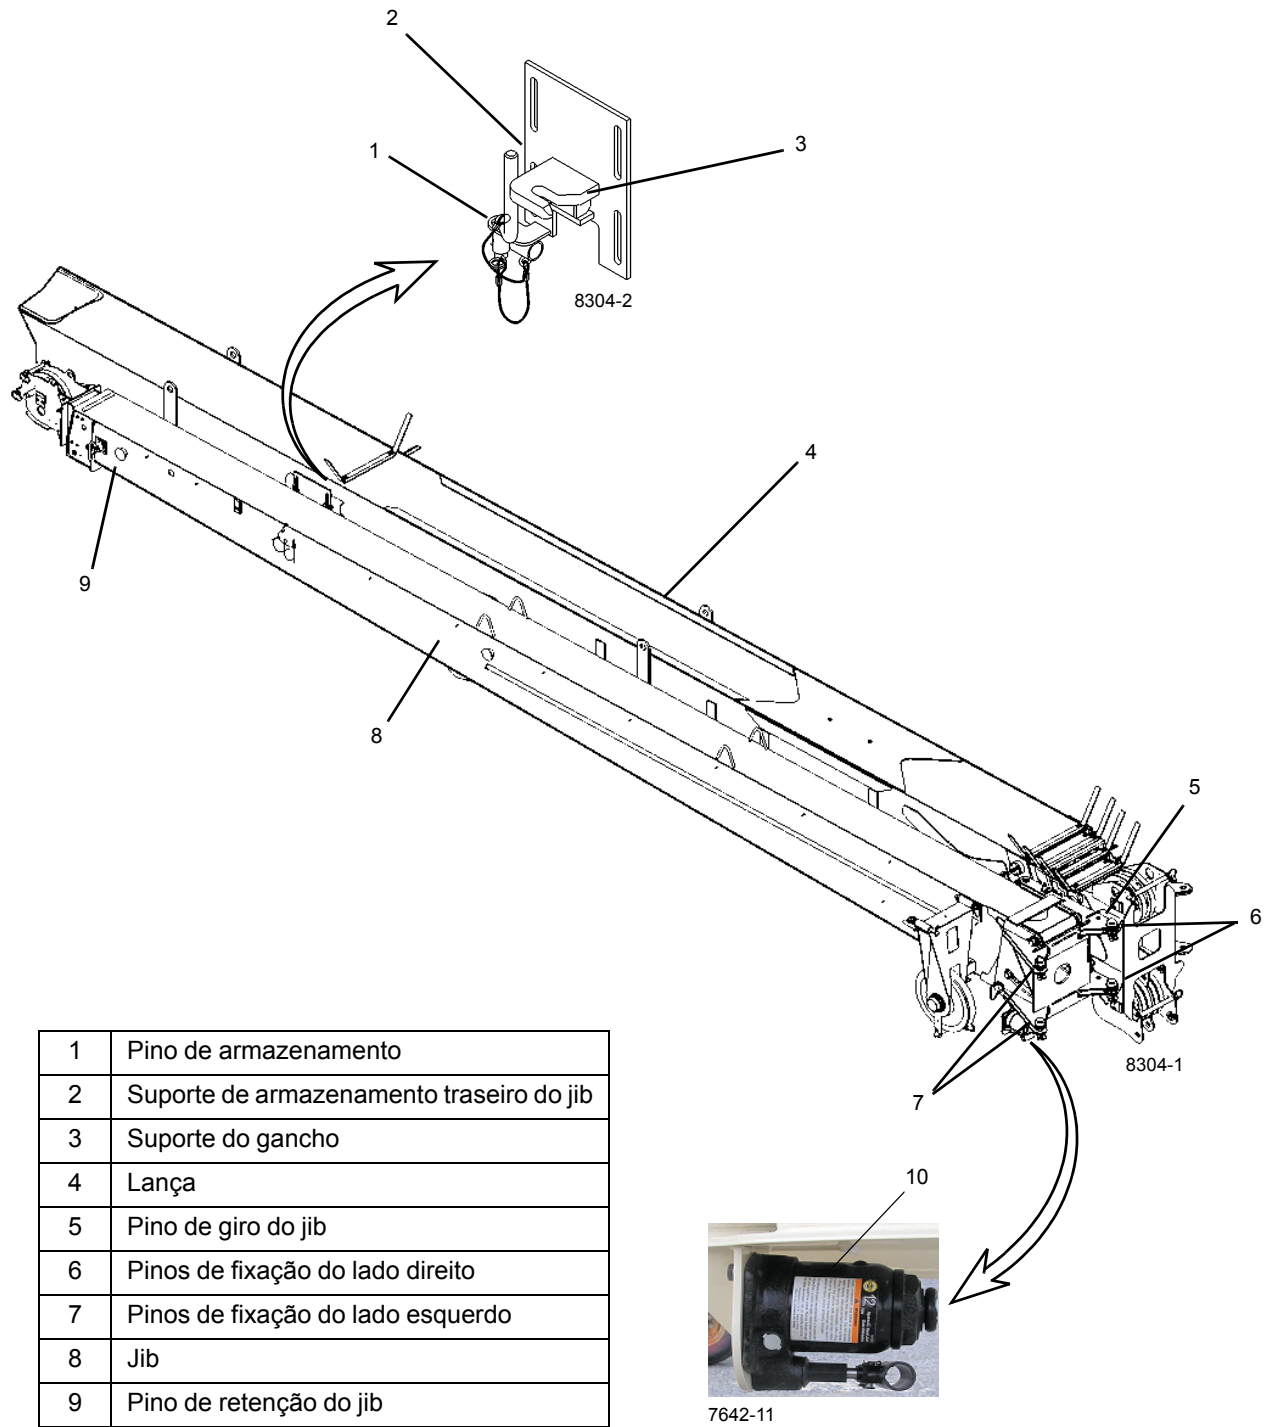
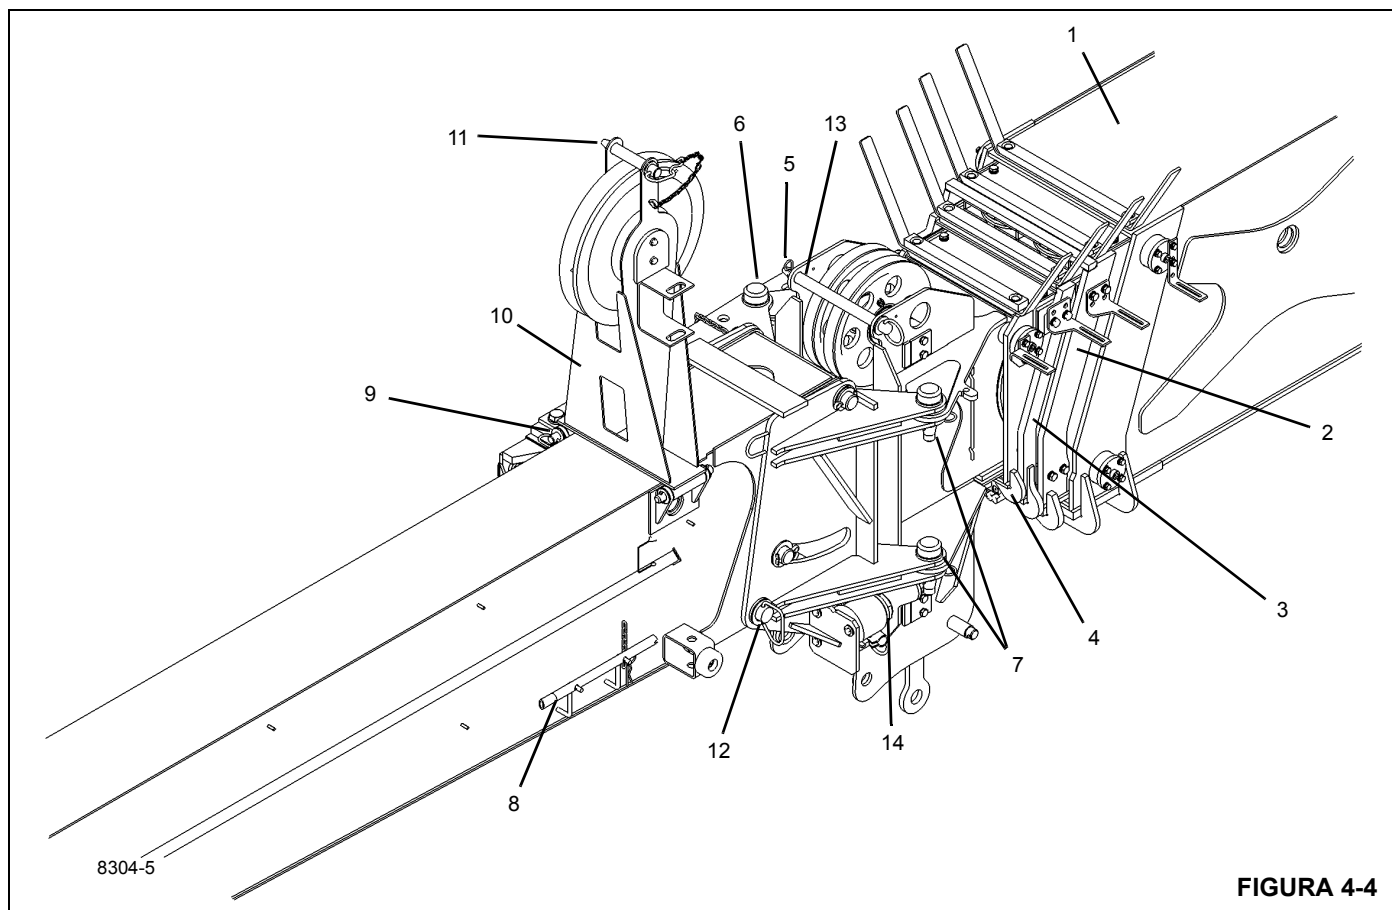

FIGURA 4-3
FIGURA 4-4
6. Verifique se o jib está armazenado corretamente (Figura 4-3):
- a. A remoção dos pinos de fixação do lado direito (6), sem a devida instalação do pino de retração (1) e do pino de giro do jib (5), pode permitir a queda do jib.
- b. Estender a lança com o jib retraído e não remover os pinos de fixação do lado direito (6) pode danificar o guindaste ao estender.
7. Gire a extensão da lança para a posição de trabalho ou de retração apenas quando a lança estiver na posição horizontal, os pinos de retração (1, Figura 4-3) e o pino de giro do jib (5) estiverem removidos e os pinos de fixação do lado direito (6) estiverem instalados. O jib pode girar sem de forma incontrolável se a lança não estiver na posição horizontal.
13. Não estenda/retraia a lança, a não ser que ela esteja na posição horizontal, quando o pino de retração (1, Figura 4-3) e o pino de giro do jib (5) estiverem removidos durante os procedimentos de retração e de retirada da retração.
1. O pino de retenção do jib (9, Figura 4-3) sempre deve estar instalado durante a operação.
3. A seção extensível pode deslizar para fora do jib da 1ª seção quando o pino de retenção do jib (9, Figura 4-3) estiver removido. Mantenha o pessoal afastado da área.
2. Usando a função de elevação, abaixe a lança de forma que os pinos de fixação (6 e 7, Figura 4-3) possam ser facilmente acessados do solo.
4. Instale os pinos de fixação do lado direito (6, Figura 4-3) nos olhais superior e inferior do jib e fixe-os com grampos de mola. Esses pinos são usados como um ponto de pivô para girar o jib até a posição acionada.
5. Localize a posição retraída dos pinos de fixação (7, Figura 4-3). Se nos furos do acessório do jib ou nos furos do jib da caixa de polias da lança, remova os pinos do local de armazenamento.
6. Remova o pino de giro do jib (5, Figura 4-3) do olhal superior do jib.
7. Remova o pino de retração (1, Figura 4-3), retraia no suporte do gancho (3) e prenda com grampo de mola.
10. Usando a função telescópica, estenda lentamente a lança aproximadamente 30 cm (12 pol.). Esse procedimento puxa o jib para fora do suporte do gancho (3, Figura 4-3).
12. Instale o pino de fixação superior esquerdo (7, Figura 4-3) e o grampo de mola. Pode ser necessária uma leve martelada para instalar os pinos. Sempre use uma proteção adequada para os olhos nesta etapa.
13. Use o macaco de alinhamento (10, Figura 4-3) para alinhar o pino de fixação inferior do lado esquerdo (7, Figura 4-3).
- a. Remova a alavanca do macaco (8, Figura 4-4) do suporte de retração da lança e verifique se a válvula de liberação do macaco está fechada.
- b. Estenda o macaco de alinhamento (10, Figura 4-3) de forma que os furos do pino inferior esquerdo (7, Figura 4-3) estejam alinhados.
- c. Instale o pino de fixação inferior esquerdo (7, Figura 4-3) e o grampo de mola.
- d. Abra a válvula de liberação do macaco e retraia o macaco (10, Figura 4-3).
18. Instale o pino de giro do jib (5, Figura 4-3) e o grampo de mola nos olhais do jib.
19. Para jibs extensíveis manualmente, puxe o pino de retenção de extensão (9, Figura 4-3) e estenda a segunda seção para fora puxando-a pela caixa de polias. O jib da segunda seção, à medida que é estendido, atingirá um batente mecânico que permite a instalação do pino de retenção do jib (9, Figura 4-3). Instale o pino (9) e o grampo de mola.
- Suporte de armazenamento lateral totalmente engatado no gancho de armazenamento, com o pino de armazenamento (1, Figura 4-3) em seu lugar.
- Ambos os pinos (6, Figura 4-3) nos furos superior e inferior do jib corretamente instalados, passando pelos furos correspondentes na ponta da lança.
1. Usando a função de elevação, abaixe a lança de forma que os pinos de fixação do lado direito (6 e 7, Figura 4-3) possam ser facilmente acessados do solo.
2. Jib de duas seções — Para jibs extensíveis manualmente, puxe o pino de retenção do jib (9, Figura 4-3) e retraia totalmente a 2ª seção extensível para dentro da 1ª. A retração da 2ª seção pode ser facilitada conectando um terminal com cunha de cabo de carga à extremidade do jib. Ative lentamente a função de elevação do guincho até que a 2ª seção esteja totalmente retraída.
3. Jib de duas seções — Reinstale o pino de retenção do jib (9, Figura 4-3) através dos conjuntos dos jibs da 1ª e 2ª seções e instale o grampo de mola.
7. Remova os grampos de mola dos pinos de fixação do lado esquerdo (7, Figura 4-3 e Figura 4-4) nos olhais superior e inferior do jib.
8. Remova o pino de giro do jib (5, Figura 4-3) da extremidade da lança.
9. Remova os pinos de fixação do lado esquerdo (7, Figura 4-3 e Figura 4-4) dos olhais superior e inferior do jib. Não remova os pinos de fixação do lado direito (6) neste momento. Os pinos de fixação do lado direito (6) serão usados como um ponto de pivô para girar o jib para a posição retraída. Pode ser necessária uma leve martelada para remover os pinos.
12. Usando o cabo de apoio conectado à caixa de polias do jib, gire lentamente o jib até a posição retraída (paralela com a lança telescópica 1). Os pinos de fixação do lado direito (6, Figura 4-3) são os pontos de pivô do jib durante esta operação.